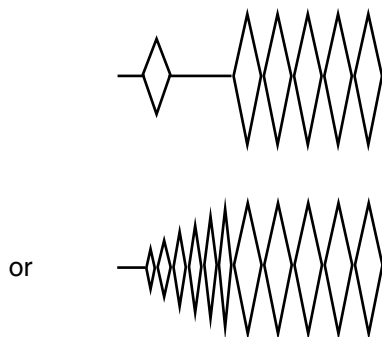

Fig. 4-6
② Fig. 4-6 shows the RF waveform in which the indication will result in a bar indication in 1 mode (the ABS time CANNOT be read due to a missing or distorted waveform).
- If the waveform is as in Fig. 4-6 in F.FWD mode, replace the soft brake (3-18 on page 49) or coil spring (3-17 on page 49) at the supply reel side.
- If the waveform is as in Fig. 4-6 in REW mode, replace the soft brake (3-18 on page 49) or torsion spring (3-19 on page 49) at the take-up reel side.
② 図4-6は、①のモード時にバー表示（ABSタイムが読めない）になってしまう場合（波形抜けまたは波形つぶれ）のRF波形です。
- FF時に図4-6の波形になる場合は、サプライリール台側のSOFT BRAKE LEVER ASS'Y（49ページ 3-18）またはCOIL SPRING（49ページ 3-17）を交換してください。
- REW時に図4-6の波形になる場合は、テイクアップリール台側のSOFT BRAKE LEVER ASS'Y（49ページ 3-18）またはTORSION SPRING（49ページ 3-19）を交換してください。